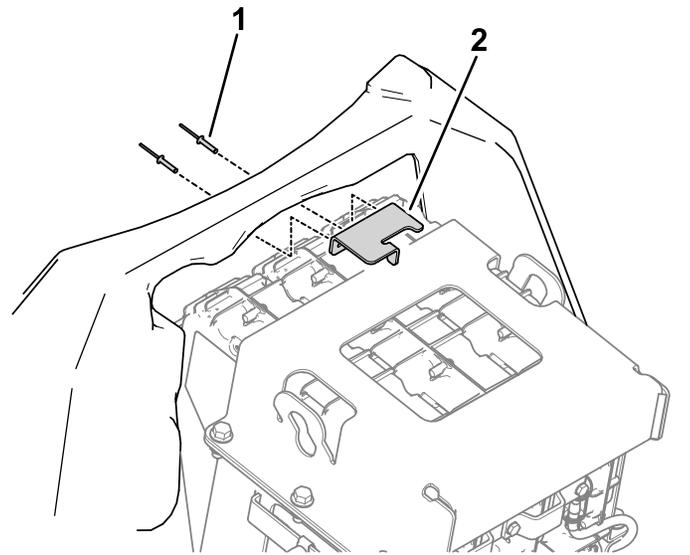

**Figura 52**
3. Utilizzate il controdado del fermo, il distanziale e la piastra del fermo per fissare il fermo al cofano (Figura 52).